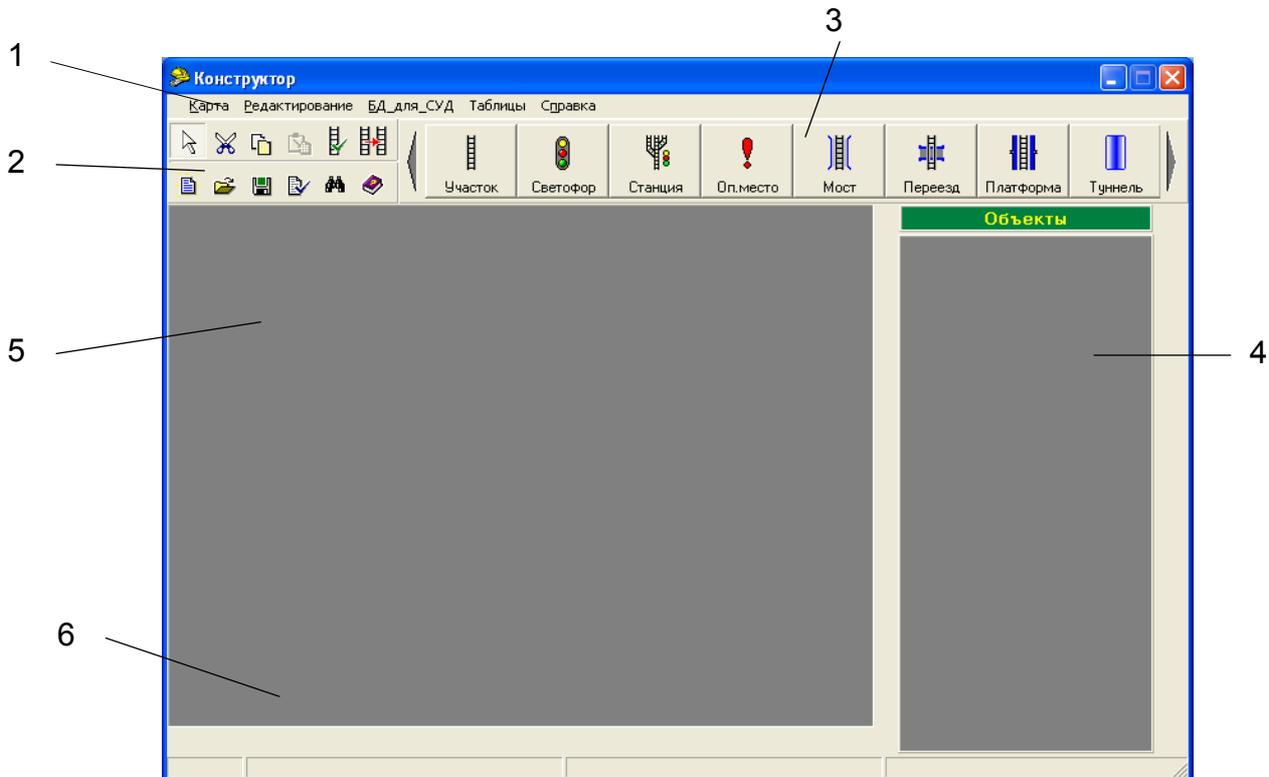

Рисунок 2.13
Окно программы «Constructor» (рисунок 2.13) включает в себя:
2.3.2.3 Выберите строку «Новая карта» в выпадающем подменю «Карта» основного окна программы «Constructor» (рисунок 2.13). Вся эту процедуру можно заменить нажатием клавиш «CTRL» + «N» или выбором кнопки быстрого доступа с пиктограммой «» на вспомогательной панели инструментов.
2.3.2.8 Для проверки правильности ввода и/или редактирования свойств одного из внесенных километровых участков пути щелкните мышью по участку пути рядом с изображением километрового столба. Справа от рабочего поля карты в панели свойств выбранных железнодорожных объектов (рисунок 2.13, поз.4) отражены принадлежащие километровому участку свойства, внесенные вами на предыдущем этапе. Все свойства в панели свойств, за исключением «Лин.координата» доступны для редактирования.